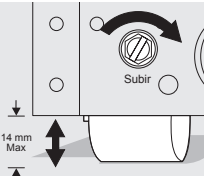

Figura 2
- 2 Use un destornillador plano o una llave de vaso de 3/8" para elevar o rebajar las ruedas frontales (figura 2). No levante el gabinete más de 9/16".